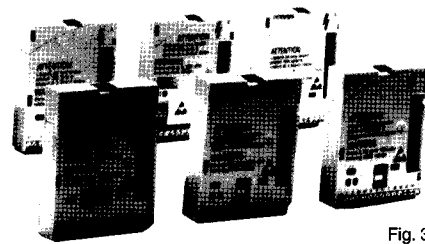

Fig. 3
**(5) Modulo funzione I/O «Standard»**
Modulo funzione interno Input/Output (ved. fig. 3), con funzione di controllo di processo PID, per il pilotaggio e il controllo a distanza dell'inverter mediante segnali analogici e digitali (per la programmazione è comunque necessario avvalersi del «Programmatore digitale» (1) o del software «Global Drive Control Easy» (3)).
(6) Modulo funzione I/O «Application»
(5) Function module «Standard» I/O
Internal Input/Output function module (see fig. 3) with PID controller as process controller for the control and remote drive of the inverter through analog and digital signals (for programming it is always necessary to use the «Digital keypad» (1) or of software «Global Drive Control Easy» (3)).
(6) Function module «Application» I/O
(8) Modulo funzione LECOM-B (RS485)
Modulo funzione **Interno** (ved. fig. 3) per la connessione del motore-inverter al sistema di comunicazione seriale RS485 **LECOM-B** (controllo «master» da PLC o PC eventualmente munito di software GDC-E, ved. esecuzione (3)).